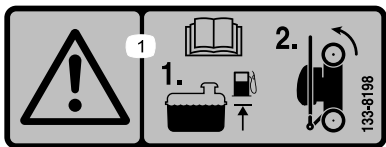

Рисунок 23
1. Проверьте, чтобы уровень топлива в топливном баке не превышал уровень, рекомендованный компанией-изготовителем двигателя; см. наклейку компании-изготовителя на двигателе (Рисунок 23).